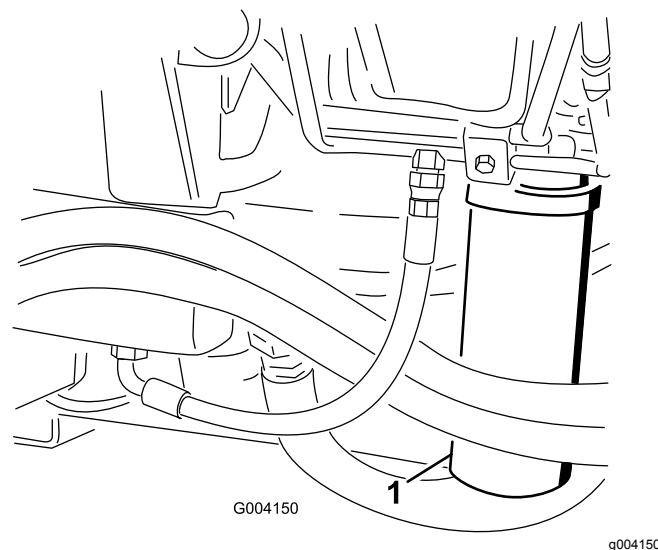
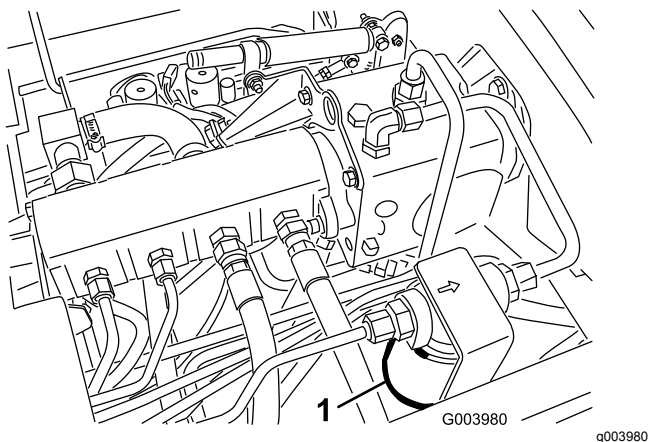

Figura 72
Figura 71
2. Limpe a área à volta da área de montagem do filtro e coloque um recipiente de drenagem por baixo do filtro (Figura 71) e (Figura 72).